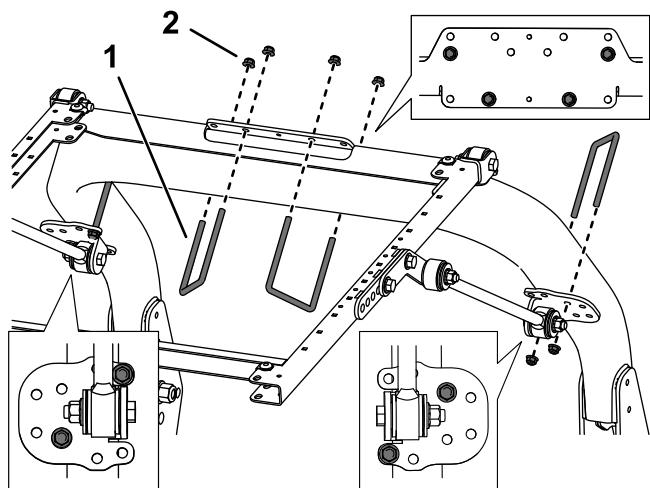

図 39
8. 図 39 に示されている取り付け穴を利用して、各ブレースブラケットを ROPS の柱材に取り付けるUボルト $3\frac{1}{2} \times 5"$ とフランジナット2個を使用する。